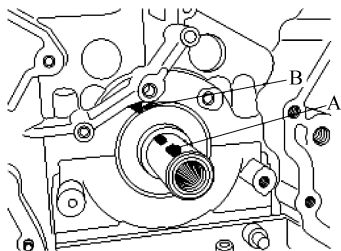

图 9-28 曲轴键与正时链盖正时标记对齐
1) 曲轴的键(A)应与正时链盖的正时标记(B)对准。这样1号气缸的活塞就位于压缩行程上止点,如图9-28所示。